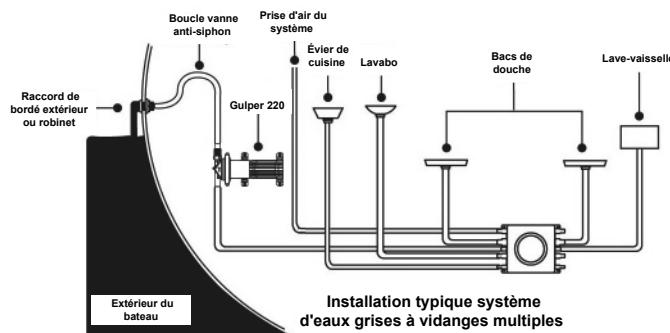

Figure 1 Installation typique d'un réservoir d'eaux grises dans un système d'eaux grises multi-vidanges
- Toute la tuyauterie doit contenir une vanne/boucle anti-siphon installée correctement. (Figure 1)
- L'eau pompée doit être évacuée par un raccord de bordé ou un robinet au-dessus de la ligne de flottaison. (Figure 1)
Le réservoir d'eaux grises est conçu pour utilisation avec les eaux grises sur les bateaux de plaisance. La figure 1 illustre une installation typique. Pour les dimensions du réservoir, voir la Figure 2.